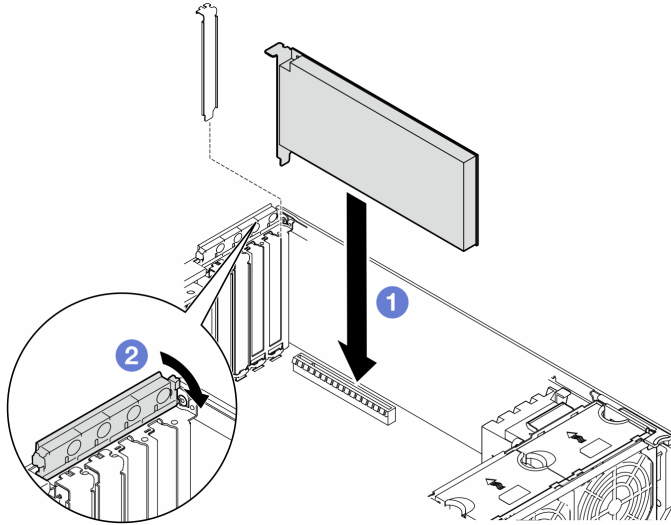

Figura 94. Instalación de un adaptador PCIe de HL
- Para sustituir un adaptador PCIe, omita el proceso de instalación: Figura 94 “Procedimiento de instalación de un adaptador PCIe de HL” en la página 126